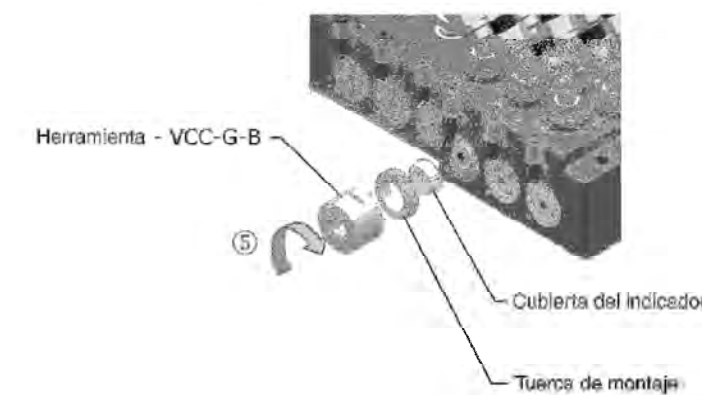

Figura 7
- Compruebe que la cubierta del indicador está encajada y una la tuerca de montaje utilizando la herramienta VCC-G-B ⑤. Véase la Figura 7.